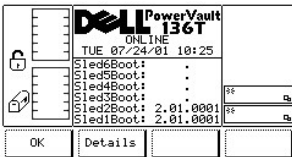

Abbildung 124. Dialogfeld "About" > "Details" (dritter Bildschirm)
- 1 Wenn die Taste unter dem Softkey **Details** gedrückt wird, wird das nächste Dialogfeld angezeigt (siehe Abbildung 124).